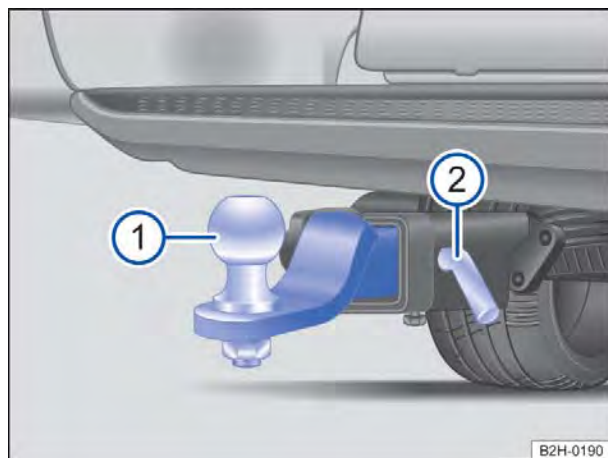

Fig. 83 Sob o para-choque traseiro: montar a rótula de engate.
- Empurrar a rótula de engate ⇒ Fig. 83 ① até o batente no alojamento.
- Empurrar o pino de travamento ② no alojamento e travar com o pino de bloqueio ⇒ ⚠.